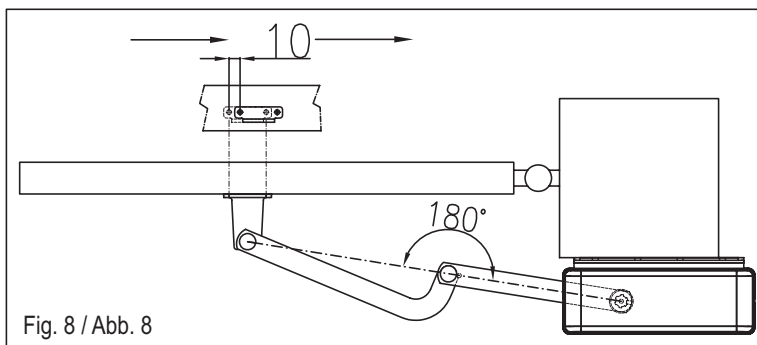

Fig. 8 / Abb. 8
01. Verwijder de afdekdop van de ontgrendeling (A)
02. Draai de schroeven (B) los en verwijder de afdekking (C)
03. Draai de schroeven en de moeren (D) los en verwijder de reductiemotor van de verankeringsplaat (E).
04. Bevestig de verankeringsplaat (E) in de gekozen positie, met 4 expansiepluggen of, wanneer dit mogelijk is, door hem vast te lassen aan de dragende zuil.
05. Plaats de reductiemotor terug en haal de schroeven en de moeren (D) aan.
06. Monteer de geassembleerde gelede arm (F) op de reductiemotor en zet hem vast met de schroef (G) en de stift (H).
07. Ontgrendel de reductiemotor met de hiervoor bestemde sleutel (I) en plaats de volledig geopende arm op de vleugel van de gesloten poort (Afb. 8).
08. Bepaal vervolgens de positie van de voorbeugel en verplaats hem 10 mm in de richting van de reductiemotor, zoals aangegeven op Afb. 8.
10. Stel de eindschakelaarmokken (L) correct af.
11. Plaats de afdekking (C) en draai de schroeven (B) vast.
12. Vergrendel de reductiemotor weer en plaats de afdekdop van de ontgrendeling (A) terug.